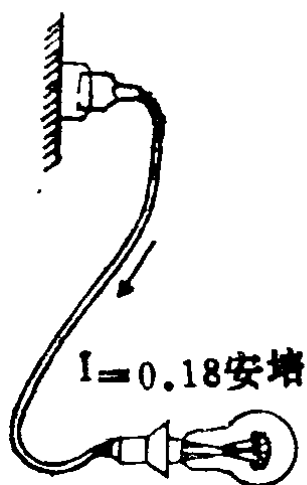

图 1-1
1.问电流0.18安培时3小时内流过灯泡的电量是多少(图1-1) ?